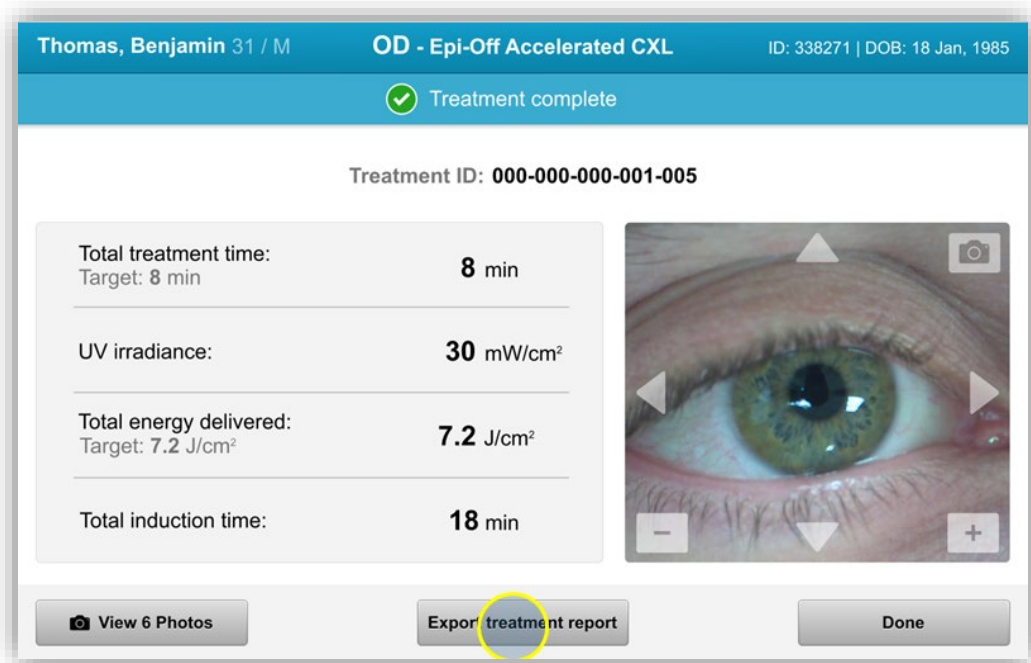

Figura 3-40. Exportación de informes de tratamiento
- Seleccione “Exportar informe de tratamiento” (Export treatment report), como se muestra en la figura 3-40, para guardar el informe en una unidad USB.